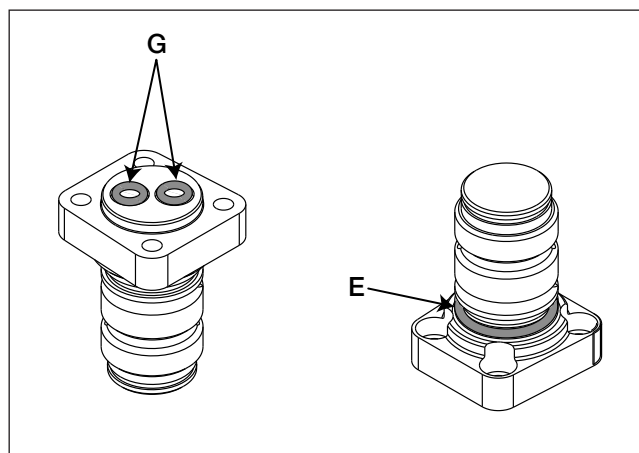

Рис. 2. Установка уплотнительного кольца, ось шарнирного соединителя
- 5. Снимите старое уплотнительное кольцо E с оси F шарнирного соединителя и замените его новым уплотнительным кольцом E из приобретенного комплекта. Перед установкой нанесите на уплотнительное кольцо силиконовую смазку. Место установки кольца показано на рис. 2.
4. Установите два новых уплотнительных кольца в порты на основании новой оси F шарнирного соединителя. Место установки колец показано на рис. 2.
- Установите новое уплотнительное кольцо E для оси соединителя, входящее в комплект. Перед установкой нанесите на уплотнительное кольцо силиконовую смазку. Место установки кольца показано на рис. 2.